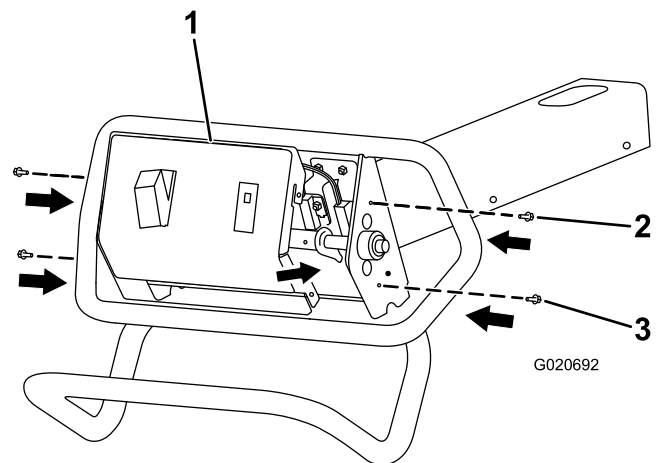

Figura 4
6. Inserite il pannello nel telaio (Figura 4).
7. Assemblate il pannello sul telaio, senza serrare, utilizzando i 2 bulloni a testa esagonale (10-24 x 1/2 poll.) nei fori superiori (Figura 4).
5. Allineate i fori della copertura con i fori del telaio (Figura 4).